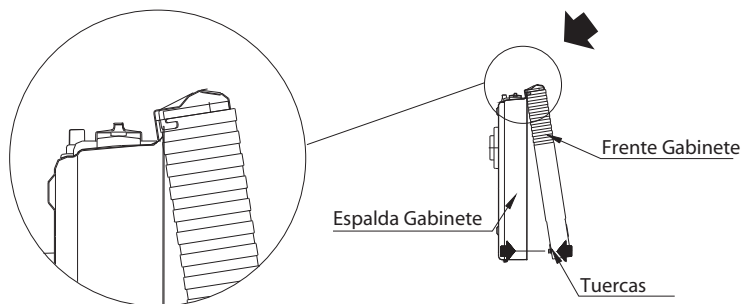

Fig. 20
- Deslice el Frente del Gabinete desde arriba hacia abajo insertando las 2 lengüetas superiores del Frente en las ranuras ubicadas en la parte superior de la Espalda. Asegúrese que el frente gabinete se apoye por delante de la pestaña de la espalda (Fig. 20).